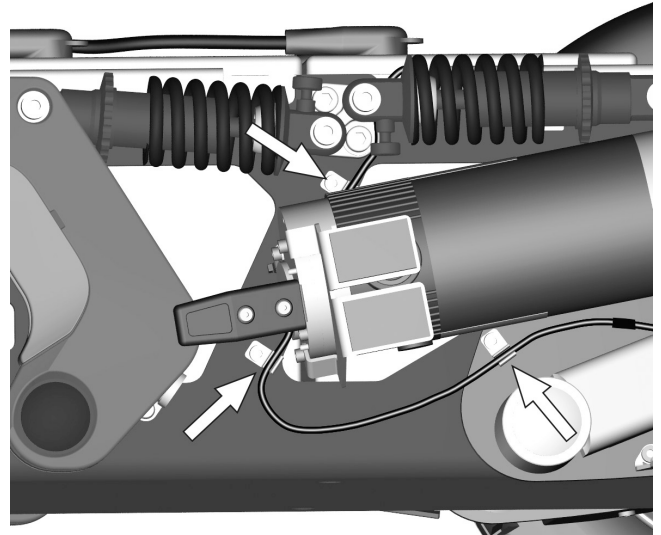

Abbildung 132. Das Kabel wird mit drei Kabelhaltern an der linken Fahrgestellseite montiert.
7. Kabel am Kabelhalter an der linken und rechten Fahrgestellseite montieren. Siehe Abbildung. 132.